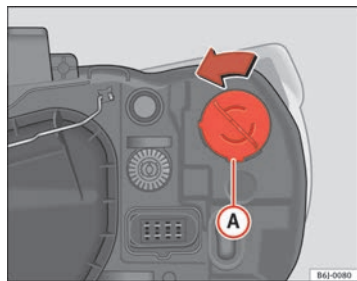

Abb. 149 Blinker bei
- Die Fassung ⇒ Abb. 149 ① nach links drehen und ziehen.